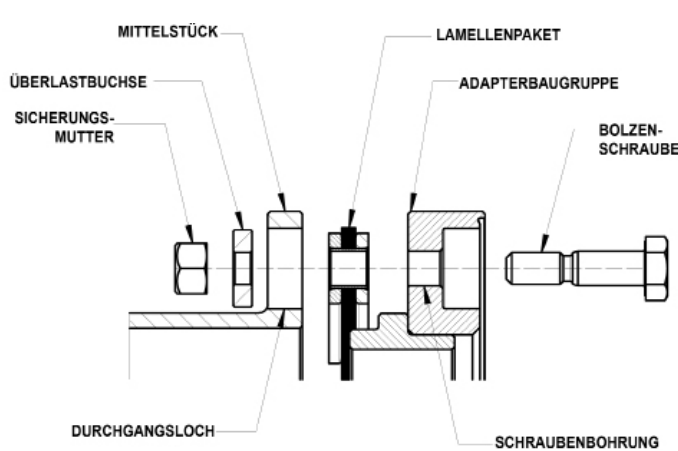

Abbildung 11A
- 9.3 Befestigen Sie die Lamellenpakete zunächst so am Adapter, dass die Unterlegscheiben des Lamellenpakets mit den Schraubenbohrungen in den Adapterflanschen fluchtend angeordnet sind, wie in Abb. 11A dargestellt. Schieben Sie die Bolzenschrauben durch die Schraubenbohrungen im Adapter und durch das Lamellenpaket.
- 9.4 Legen Sie auf jede Bolzenschraube eine Überlast-Unterlegscheibe, wie in Abb. 11A und 11B dargestellt.
- 9.8 Legen Sie auf jede Bolzenschraube eine Überlast-Unterlegscheibe, wie in Abb. 11A und 11B dargestellt.